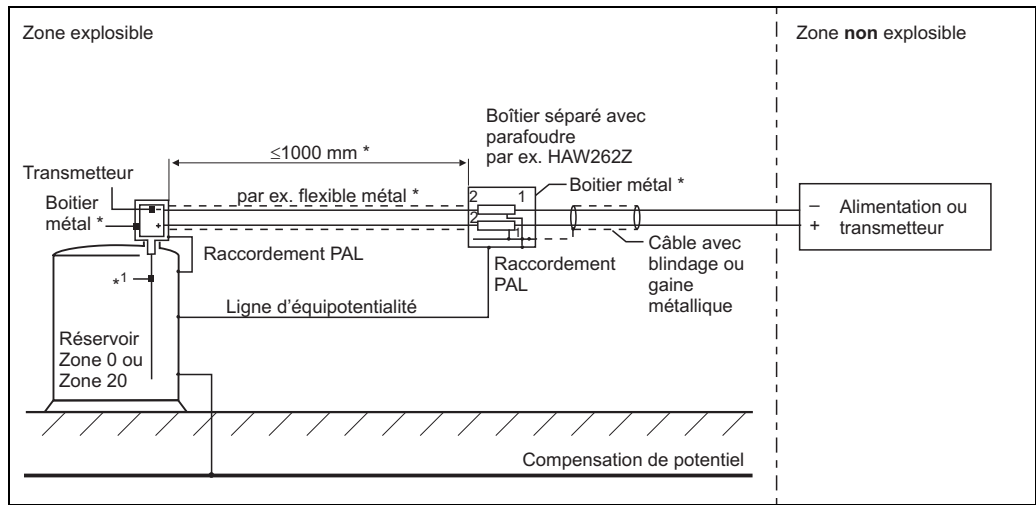

Fig. 2
- Parafoudre (par ex. HAW262Z ou HAW56x, voir fig. 2 et 4):